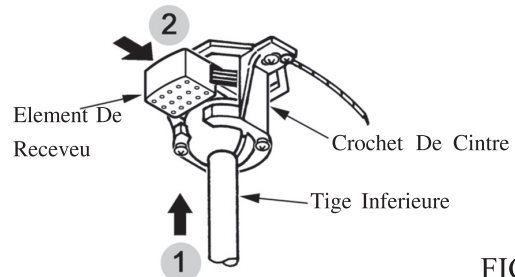

FIG.7
2. Soulever le ventilateur avec soin et placer la tige inférieure et la balle d'assemblage sur le crochet de cintre. Vérifier que la rainure dans la balle est alignée avec languette sur le cintre. Insérer le récepteur dans le crochet de cintre. Ne pas pincer les câbles entre la balle est la tige d'assemblage et le crochet de cintre (Voir fig. 7)